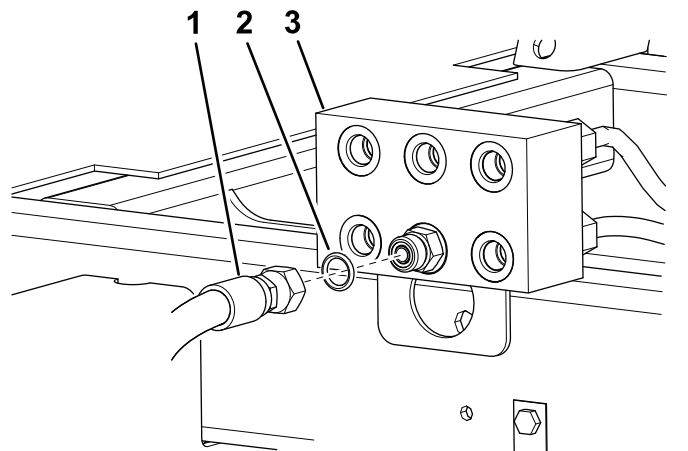

図 3
6. ジャンクションマニホルドの下にオイルを受ける容器をおく図 3。
7. ジャンクションマニホルドの下中央にあるフィッティングの油圧ホース接続を外す図 3。